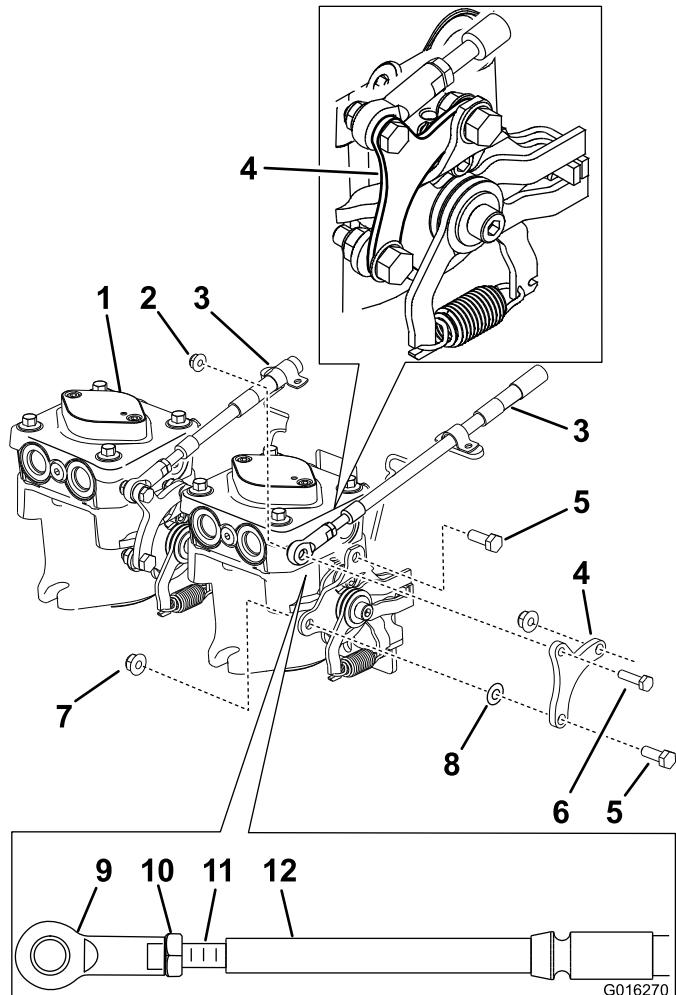

Figura 13
6. Rimuovete da ognuna delle pompe i relativi bracci (Figura 13). Conservate tutta la bulloneria.
9. Montate un nuovo braccio su ogni pompa mediante i 2 bulloni preesistenti (5/16 x 7/8 poll.) e i 2 dadi flangiati preesistenti (5/16 pollice) (Figura 13).
10. Collegate l'estremità inferiore del cavo al nuovo braccio della pompa mediante un bullone (1/4 x 1 poll.) e un dado flangiato (1/4 pollice). Ripetete l'operazione sull'altro lato (Figura 13).